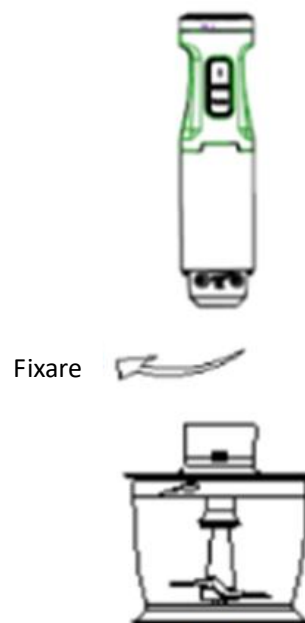

Fig. 3
5. Introduceți unitatea motorului în orificiul din capacul bolului de tocare, apoi rotiți-l în sensul acelor de ceasornic până la fixarea acestuia (a se vedea Fig. 3).